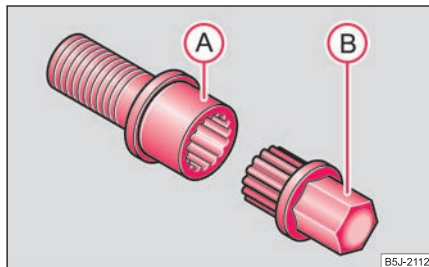

Fig. 194 Șurub de siguranță
- Introduceți adaptorul **(B)** cu partea zimțată până la limită pe interiorul zimțat al șurubului de siguranță **(A)**, astfel încât să se mai vadă numai partea hexagonală ⇒ pagina 208, fig. 194.